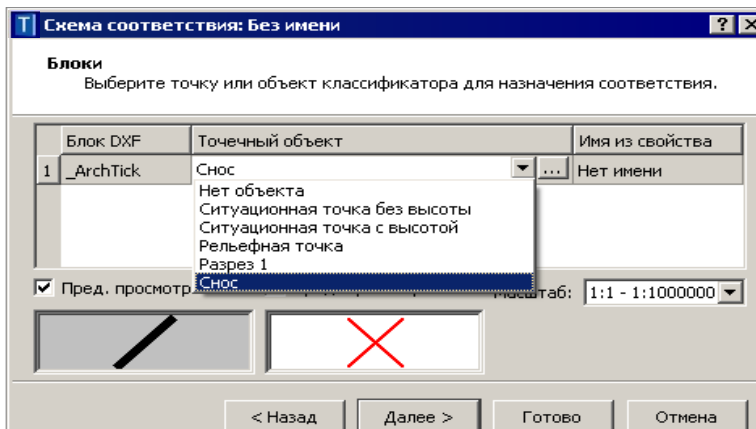

Рис. 4.13
- для блоков – в виде ситуационной точки (без высоты или с высотой) или рельефной точки, или точечного объекта классификатора (рис. 4.13);